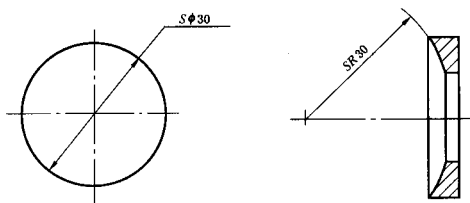

图 25 球面尺寸的注法(一)
5.2 标注直径时,应在尺寸数字前加注符号“ ϕ ”;标注半径时,应在尺寸数字前加注符号“R”;标注球面的直径或半径时,应在符号“ ϕ ”或“R”前再加注符号“S”(图 25)。